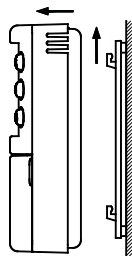

Fig. 2
1. Sganciare la piastra a muro innestata sotto la base del cronotermostato come indicato in Fig. 2.